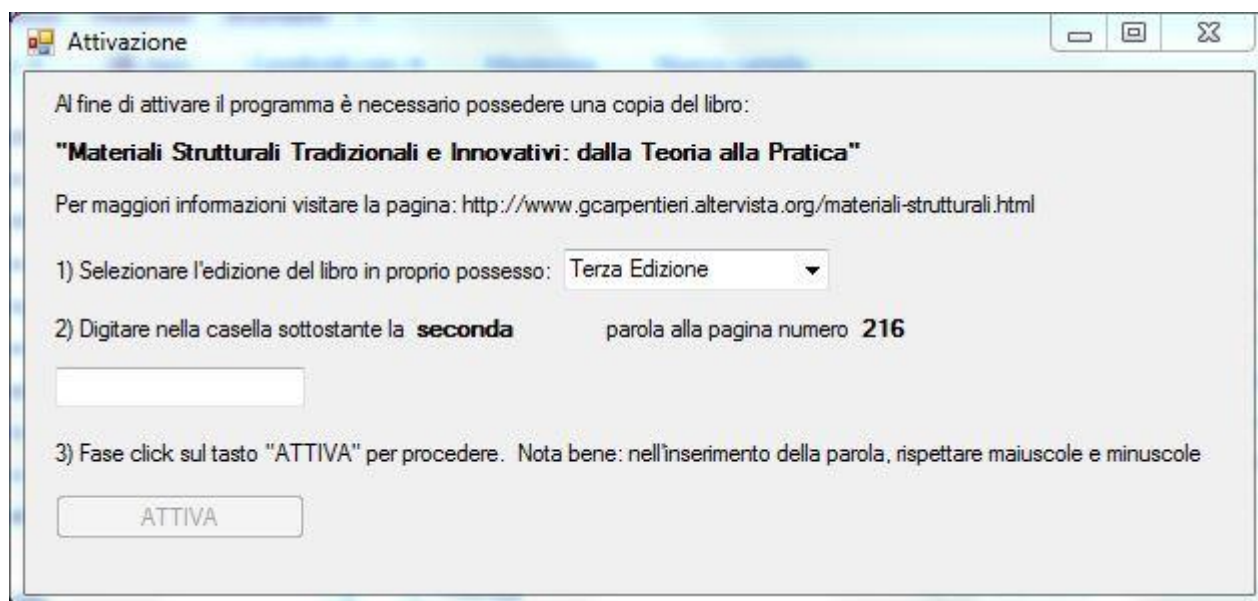

Figura 3: procedura di attivazione.
- 4) fare click con il tasto sinistro del mouse su “ATTIVA”. Qualora la password inserita risulti corretta comparirà il messaggio di attivazione riuscita e sarà avviato il programma (cfr. Figura 3).